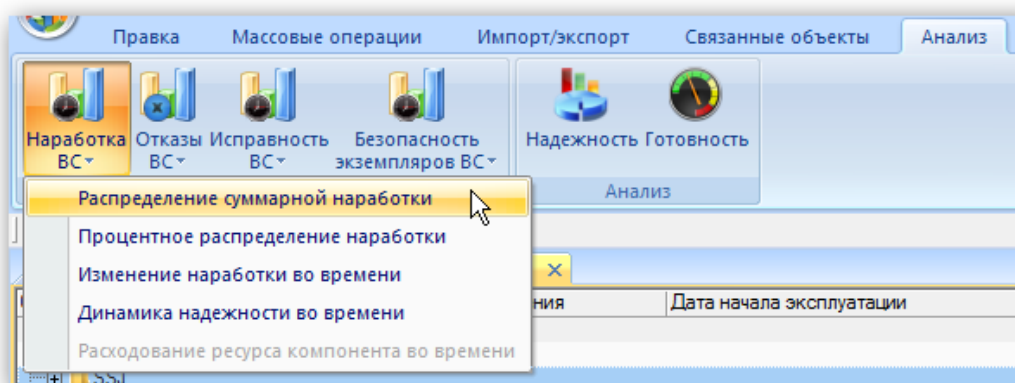

Рис. 13-224 – Выбор диаграммы по наработке
3) Нажать кнопку «Нарботка ВС» панели «Диаграммы» на вкладке «Анализ» и выбрать пункт «Распределение суммарной наработки» (рис. 13-224).